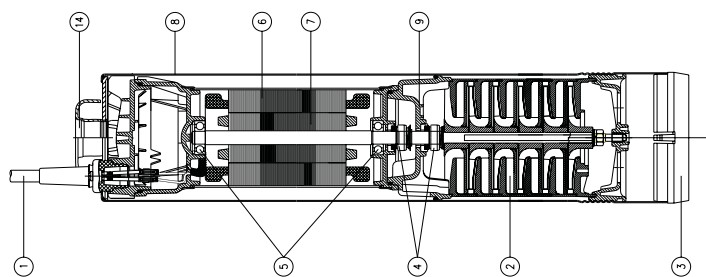

рис. 8
9. Габаритные размеры и материалы (рис. 7 и рис.8)